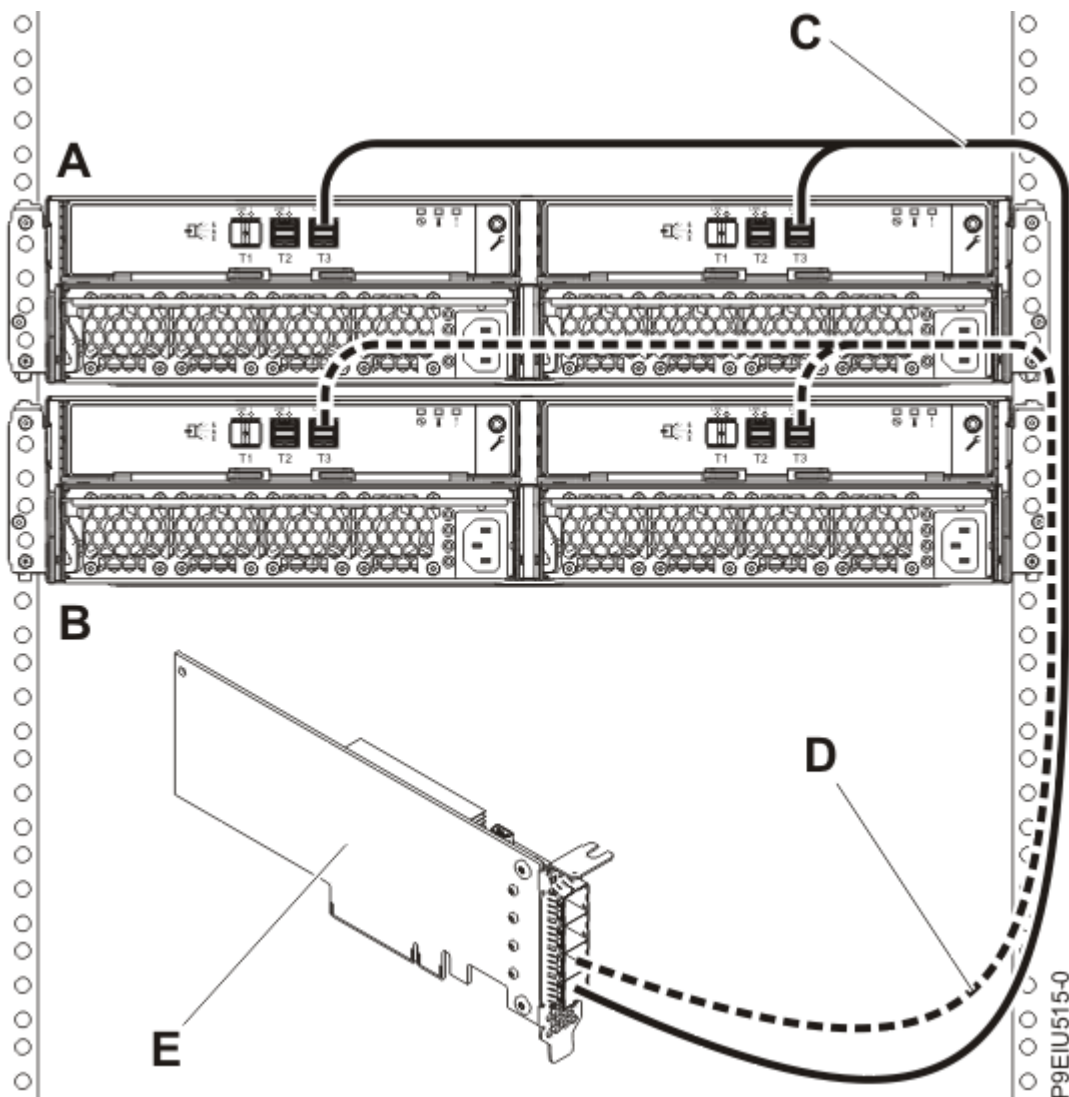

Figure 14. Connexion de mode 1 de deux armoires de stockage ESLL ou ESLS via des câbles YO12 à un adaptateur SAS FC EJ0J, FC EJ0K ou FC EJ0M unique
14. Effectuez ensuite une connexion de mode 1 de deux boîtiers (**A et B**) via des câbles YO12 (**C et D**) à un adaptateur SAS FC EJ0J, FC EJ0K ou FC EJ0M unique (**E**), comme illustré à la Figure 14, à la page 20, puis passez à la section «Connexion des câbles et des cordons d'alimentation et installation des capots», à la page 30.